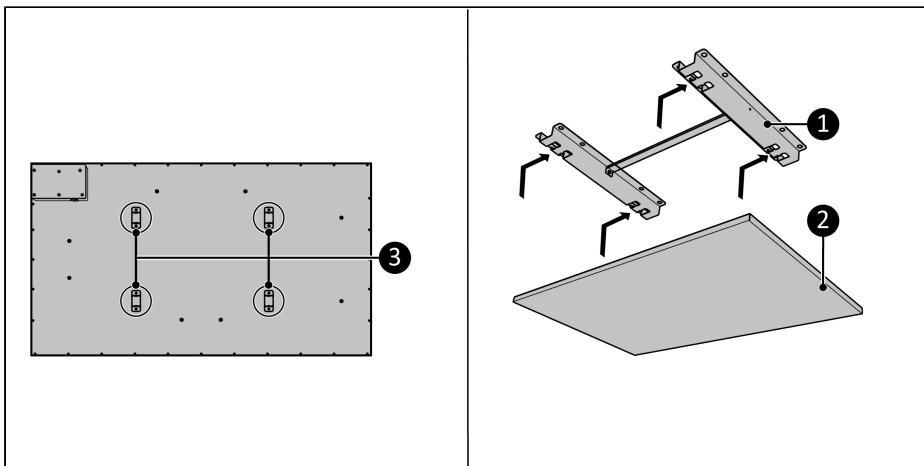

Figuur 17.
2. Plaats het apparaat op een minimale afstand (Figuur 17) van: